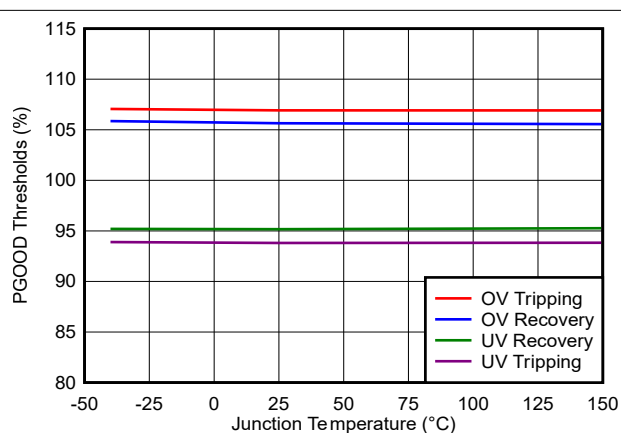
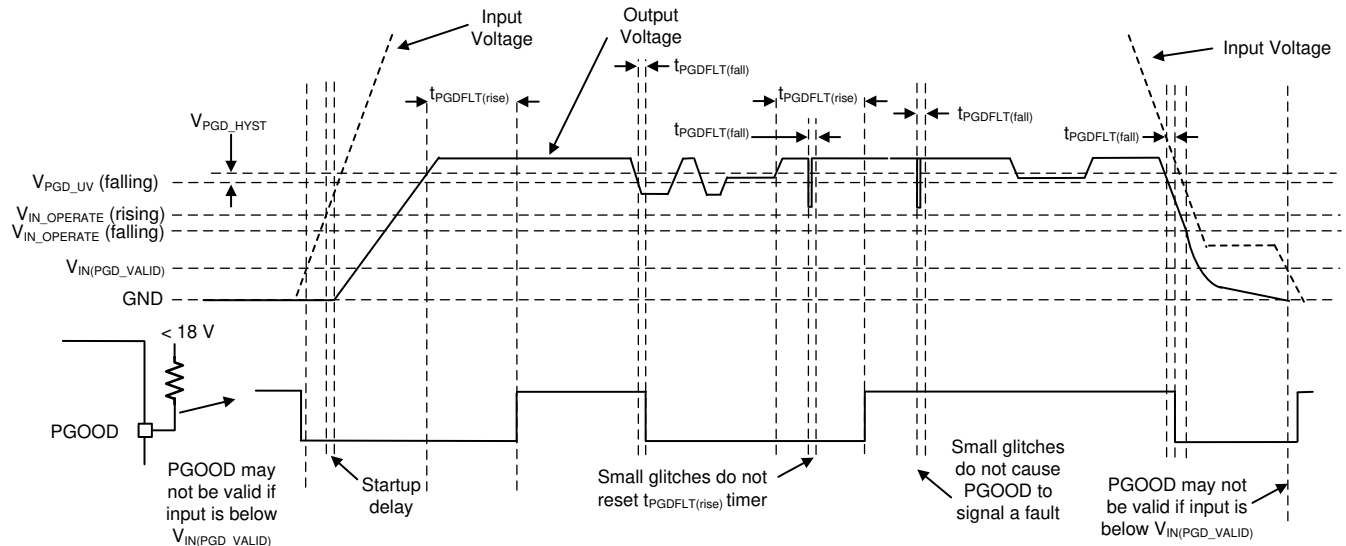

图 6-8. PGOOD 阈值
图 7-5. PGOOD 时序图 (不包括 OV 事件)
实现了 PGOOD 功能以替代分立式复位器件，从而减少 BOM 数量并降低成本。当反馈 (FB) 电压超出指定的 PGOOD 阈值时，PGOOD 电压变为低电平（请参阅 图 6-8）。此操作可能发生在电流限制和热关断期间，以及处于禁用状态和正常启动期间。干扰滤波器可防止在输出电压的短时偏移（例如在线路和负载瞬态期间）时出现错误标志。输出电压波动若持续时间短于 $t_{PGDFLT(fall)}$ ，不会触发 PGOOD 标志。请参阅 图 7-5，以充分了解 PGOOD 运行。
$V_{OUT} < V_{OUT-target} \times PGD_{UV}$ 且 $t > t_{PGDFLT(fall)}$	稳压输出电压: $V_{OUT-target} \times (PGD_{UV} + PGD_{HYST}) < V_{OUT} < V_{OUT-target} \times (PGD_{OV} - PGD_{HYST})$ (请参阅图 6-8)